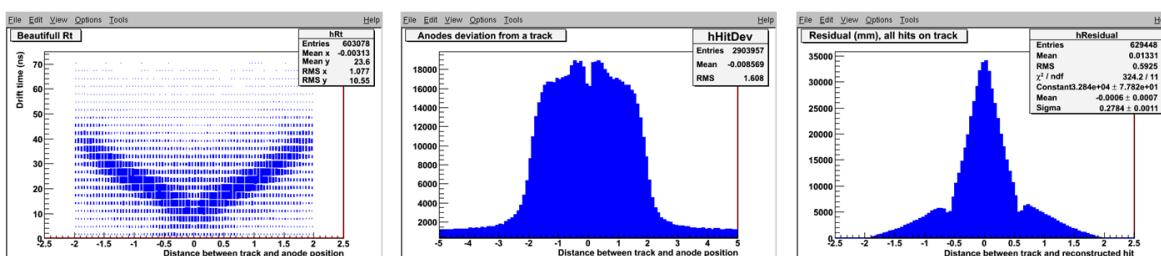

Рис. 12. Слева направо: гистограммы `hRt`, `hHitDev`, `hResidual`, полученные при обработки данных с треками.
2. Обработайте данные. При этом при определении координат проходящей через ДТ частицы по измеренному времени дрейфа, программа будет для всех ДТ использовать одно значение параметра  $t_0$ , заданное в конфигурационном файле. Откройте ROOT браузер и просмотрите гистограммы `hRt`, `hHitDev`, `hResidual`, расположенные в папке Shifter – рис. 12. Выйдите из программы TRTViewer – обязательно через меню “File”→“Exit”.